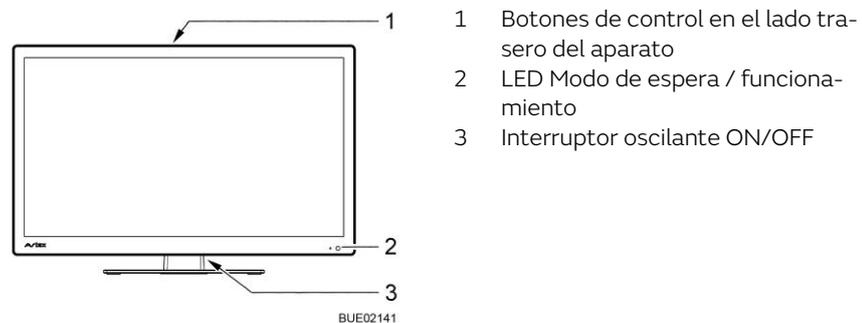
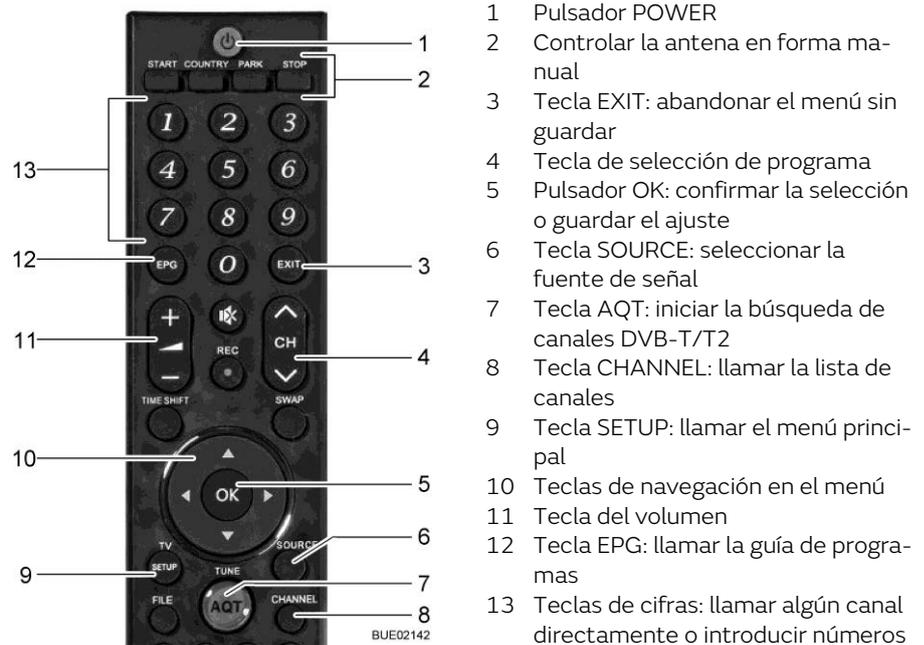

Fig. 29 Manejo en la pantalla plana
Fig. 30 Mando a distancia
- Ajustar el interruptor oscilante (Fig. 29,3) en el lado trasero de la pantalla plana en ON. La instalación conmuta al modo de espera. El LED (Fig. 29,2) se enciende de color rojo.
- Pulsar la tecla POWER (Fig. 30,1) en el mando a distancia. El LED (Fig. 29,2) se enciende de color azul.
- Pulsar las teclas de selección de programa (Fig. 30,4 ó Fig. 30,13) hasta que esté seleccionado el programa de televisión deseado.
- Pulsar la tecla SOURCE (Fig. 30,6) repetidamente hasta que esté seleccionada la fuente de señal deseada.
- Pulsar la tecla PARK (Fig. 30,2). La antena se desplaza a la posición de estacionamiento.
- Pulsar la tecla SOURCE (Fig. 30,6) repetidamente hasta que esté seleccionada la fuente de señal deseada (p. ej. DVD).
- Pulsar la tecla POWER (Fig. 30,1) en el mando a distancia. La instalación conmuta al modo de espera. El LED (Fig. 29,2) se enciende de color rojo.
- Ajustar el interruptor oscilante (Fig. 29,3) en el lado trasero de la pantalla plana en OFF.